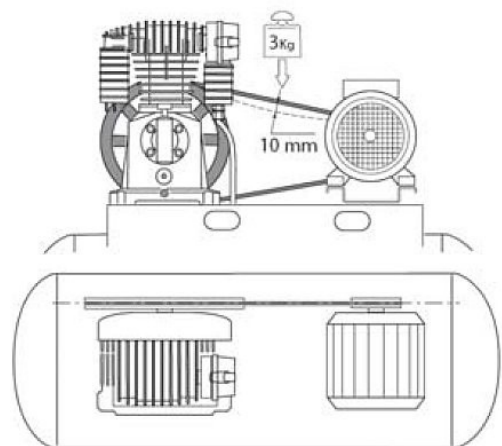

Fig. 13 : Tension de la courroie
Étape 4 : Vérifiez la tension de la courroie. La courroie doit se plier d'environ 10 mm au centre lorsqu'une charge de 3 kg est appliquée (Fig. 13). Si nécessaire, réglez la tension de la courroie (en déplaçant le moteur), en veillant à ce que la poulie et le volant soient correctement alignés.